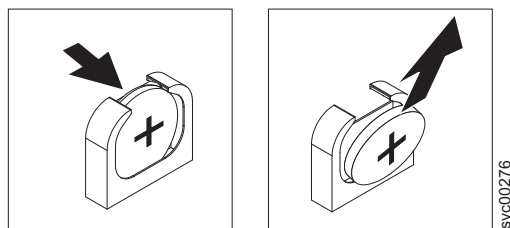

Figura 185. Suporte de Bateria CMOS do SAN Volume Controller 2145-DH8
- b. Use seu polegar e o dedo indicador para levantar a bateria do soquete, conforme mostrado em Figura 185.